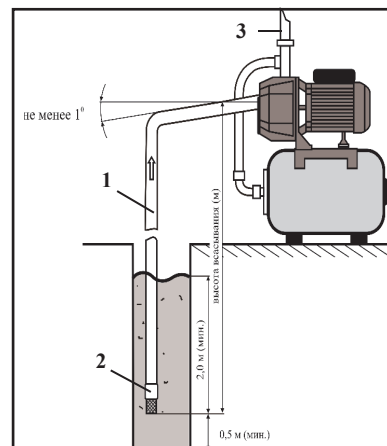

рис. 2
6.2.1 Установите станцию на ровной, твёрдой поверхности. Всасывающую трубу/шланг 1 (рис.2) подсоедините к входному отверстию, расположите под углом к входному отверстию, погрузите всасывающую трубу/шланг в воду на глубину не менее 2м (расстояние до дна должно быть не менее 0,5м).
Внимание! Для оптимального функционирования насоса станции рекомендуется всасывающую трубу/шланг оснащать обратным клапаном 2 (рис.2) (в комплект поставки не входит).
6.7 Присоедините напорный шланг/трубу 3 (рис.2,3) к выходному отверстию в корпусе насоса.